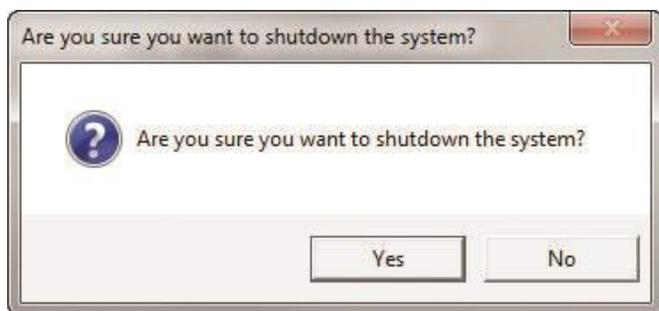

Рис. 88. Сообщение с запросом на подтверждение выключения системы
2. На панели инструментов закладки Setup and Maintenance выберите **Shutdown (Выключение)**. Программное обеспечение выведет на экран диалоговое окно с запросом на подтверждение процедуры выключения (Рис. 88).